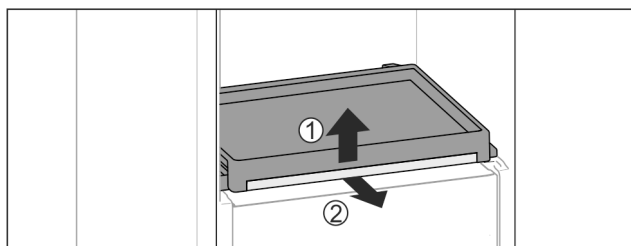

Fig. 113
- ▶ Odstranite izvlečno polico s stekleno ploščo: Stekleno ploščo spredaj rahlo dvignite Fig. 113 (1) in jo izvlecite naprej Fig. 113 (2).